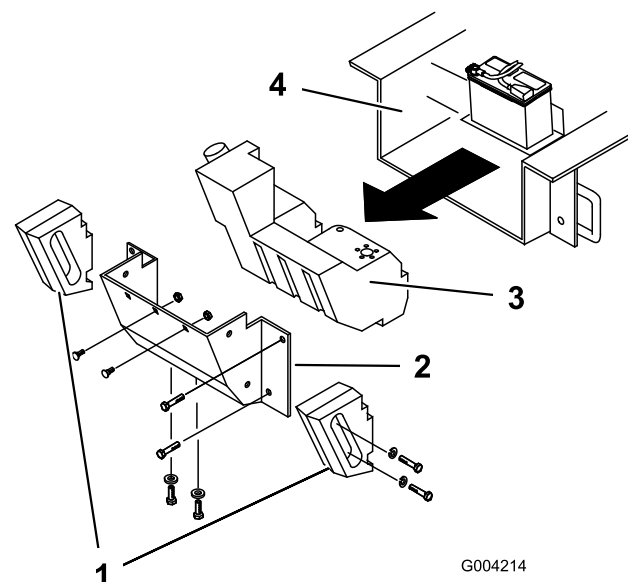

Figure 58
Avec le temps, le châssis s'encrasse sous le moteur et doit être nettoyé. Pour cette raison, ouvrez régulièrement le capot et inspectez la zone au-dessous du moteur à l'aide d'une torche. Si la couche de crasse fait entre 2,5 et 5 cm d'épaisseur, suivez la procédure ci-après (consultez la Figure 58 à cet effet) :
4. Enlevez les boulons, les rondelles et les rondelles-freins de fixation des deux masses latérales, puis déposez les masses (Figure 58).
7. Retirez les six écrous et boulons de fixation du panneau arrière et enlevez le panneau (Figure 58).
10. Poussez le réservoir de carburant en arrière (Figure 58).
16. Glissez le réservoir partiellement dans le châssis (Figure 58).
21. Remettez le panneau arrière et fixez-le en place à l'aide des six boulons et écrous enlevés précédemment (Figure 58).
23. Montez les masses latérales à l'aide des boulons, rondelles et rondelles-freins enlevés précédemment (Figure 58).